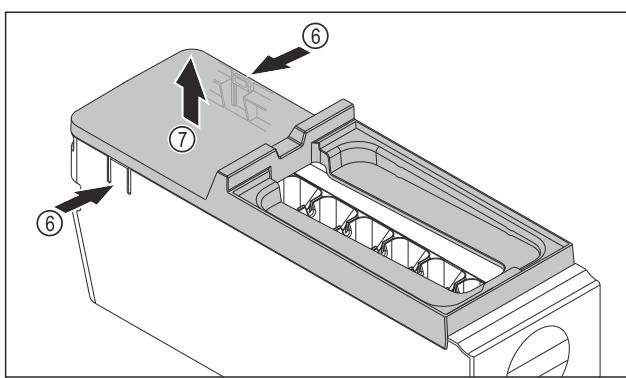

Fig. 137
- Scoateți apărătoarea corpului EasyTwist-Ice: Apăsați eclișele Fig. 137 (6) de pe ambele părți ale corpului EasyTwist-Ice cu o mână.
- Scoateți apărătoarea Fig. 137 (7) cu cealaltă mână în sus.